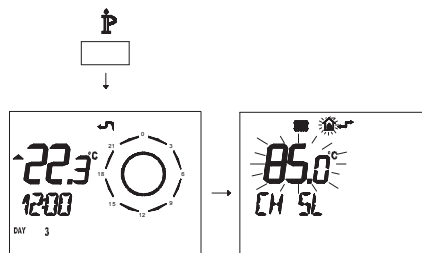

Figura 5.44
- Pulse durante más de 3 segundos el botón **IP** para entrar en la modalidad **INFO** (Figura 5.44).